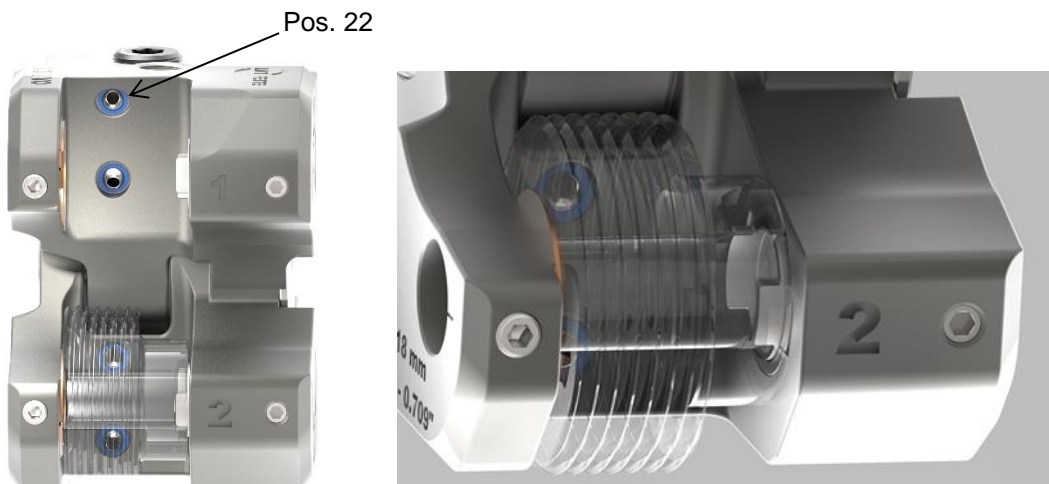

Abbildung 14: Einstellen des Kühl- und Spülsystems
Der Federbolzen (ET-31-2) kann im Rollkopfhalter in zwei Positionen eingesetzt werden (siehe Abb. 14). Rotiert die obere Gewinderolle (1) gleichsinnig mit dem Werkstück (2), muss auch der der Federbolzen (ET-31-2) im Halter oben eingesetzt werden. Fahren Sie den Rollkopf vor das vorgedrehte Werkstück (2), so dass beide Gewinderollen (2 und 3) gegen das Werkstück pendeln können. Drücken Sie in dieser Position die gleichsinnig laufende Rolle per Hand gegen das Werkstück. Stellen Sie den Anschlagbolzen (ET-31-3) so ein, dass die zweite Rolle ein Pendelspiel $e \approx 0,5 \text{ mm}$ zum Werkstück hat. Danach kontern Sie den Anschlagbolzen mit der Mutter (ET-31-11).